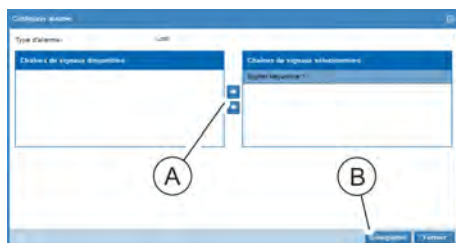

Fig. 126 : Fenêtre « Configurer alarme »
7. Sélectionner une chaîne de signaux dans la fenêtre « Configurer alarme » et la déplacer au moyen du bouton « → » (Fig. 126 /A) dans le champ « Chaînes de signaux sélectionnées ». Appuyer sur le bouton « Enregistrer » (Fig. 126 /B) pour confirmer la sélection.